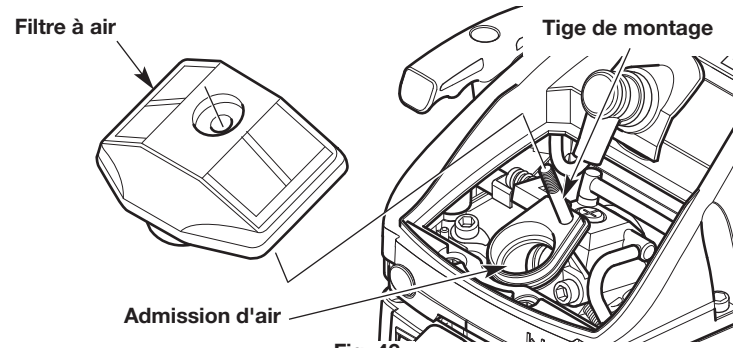

Fig. 43
3. Déposez le filtre à air (Fig. 43).
5. Remettez le filtre à air sur la tige de montage (Fig. 43). Assurez-vous que l'ouverture dans le filtre à air tient bien dans la prise d'air (Fig. 43).